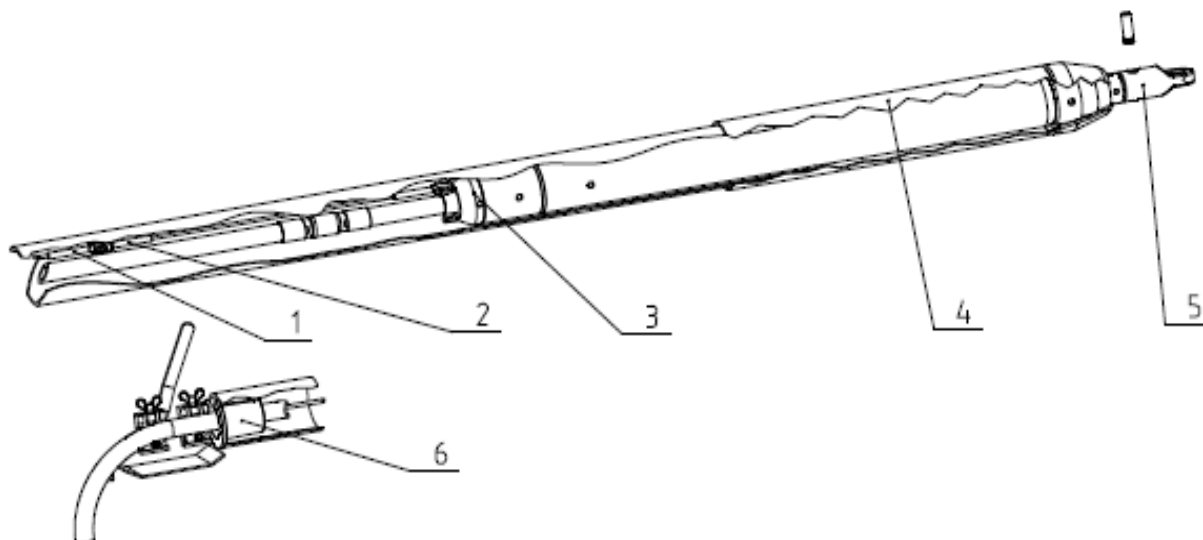

Figura 9.13.1
Pentru a instala tevilor cu diametrul de ø160mm (Figura 9.13.1), este necesar urmatorul echipament: expandor **PO 160, PO 180 (4)**, capat de remorcare (5), troliu (se achizitioneaza separat!), cablu de